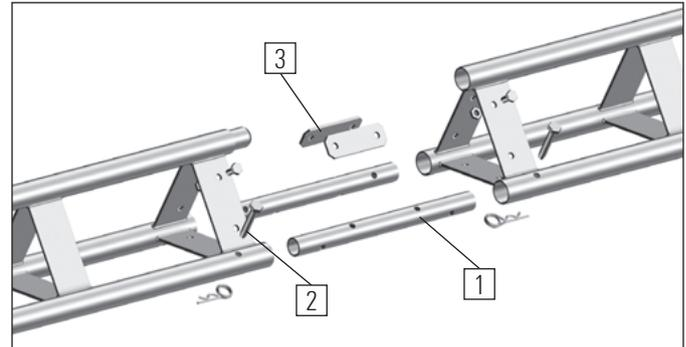

Bild 18
Die Fahrschienen werden untereinander mit 2 Rohrverbindern (1) und 4 Bolzen (2) am Untergurt und durch 2 Laschen (3) mit 4 Schrauben am Obergurt verbunden (siehe Bild 18).